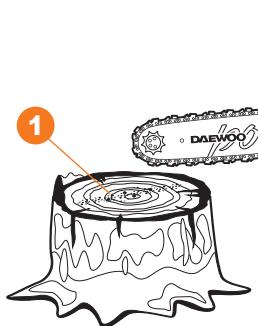

Рис. 8
Перед каждым использованием проверяйте работу смазки цепи, для этого расположите пилу пильной шиной над светлым сухим предметом, запустите двигатель и удерживайте в таком положении до 30 сек., образуется след от масла ①, спадающего с шины. Не используйте пилу если нет подачи масла или подача масла минимальна, в случае данной неисправности обратитесь в сервисный центр (Рис. 8).